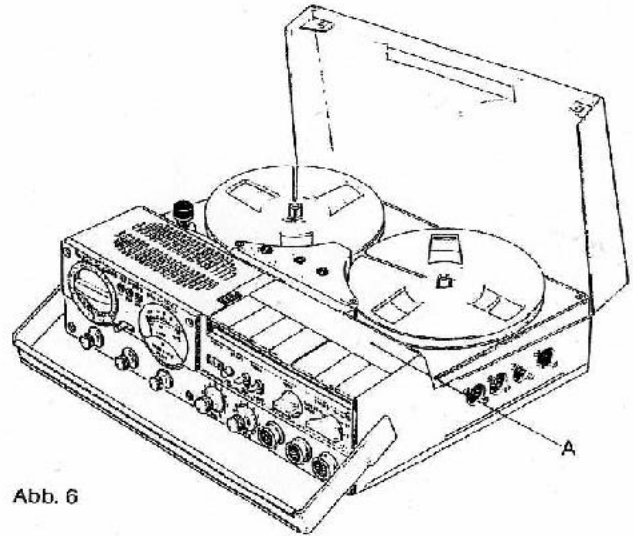
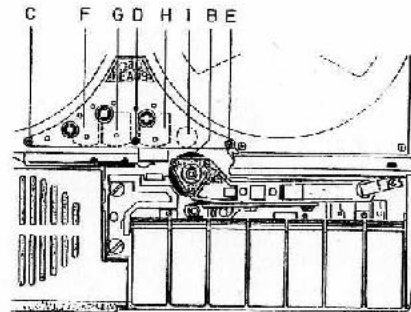

Abb. 6
Abb. 7
Bei transportablen Geräten ist es notwendig, die Bandspulen gegen Herabfallen zu sichern. Ehe Sie das Tonband einlegen, ziehen Sie bitte die beiden Dreizackdome der Spulenteller nach oben und drehen diese, bis die Zacken des feststehenden und des beweglichen Teiles so stehen, wie die Abbildung 6 zeigt. Nun legen Sie auf den linken Spulenteller eine volle Tonbandspule und auf den rechten eine leere und ziehen ungefähr 20 cm Band aus der vollen Spule. Das Tonband wird dann — wie aus der Abbildung ersichtlich — straffgespannt über die Rolle des Bandzugreglers senkrecht in den Führungsschlitz eingeführt und das freie Bandende durch den Schlitz der leeren Spule etwa 0,5 cm lang nach oben herausgeführt. Drehen Sie die leere Spule so lange links herum, bis eine Windung des Bandanfanges aufgewickelt wurde. Beachten Sie bitte, daß das Tonband nicht verdreht wird, das heißt, die helle Seite des Vorspannbandes bezie-
Zur Reinigung entfernen Sie bitte die Abdeckplatte (A) unmittelbar hinter den Drucktasten (siehe Abb. 6). Andruckrolle (B), Bandführungen (C, D, E) und Tonköpfe F, G, H) werden dann leicht zugänglich und können mit einem handelsüblichen Reinigungssatz gereinigt werden. Auch die Tonwelle (I) ist von möglicherweise anhaftendem Staub oder Schichtteilchen zu reinigen (siehe Abb. 7).